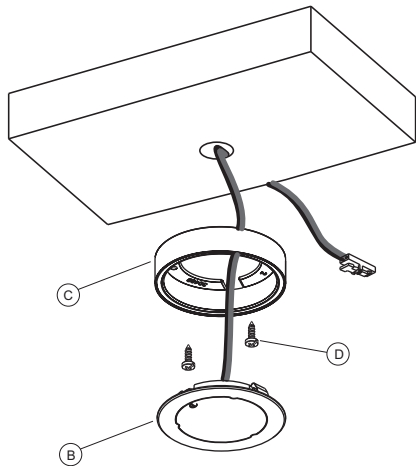

Fig 5
applying light pressure until it is completely fitted as illustrated in figure 5.
- Die Kunststoffhalterung (C) mit den im Lieferumfang enthaltenen Schrauben (D) an der Montagefläche fixieren. Den Strahler (B) in die Kunststoffhalterung einsetzen, bis dieser komplett einrastet (siehe Abb. 5).